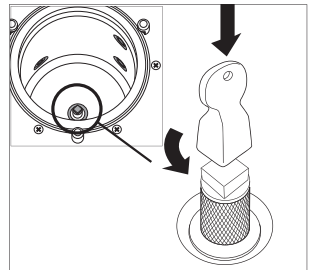

図20
- 3) ドアを開け、チャンバーが十分に冷えた状態にあることを確認してから、フィルタスパナでチャンバー底部の付属の固定金具を左に回して外し、水フィルタを取出してください。（図20、21）